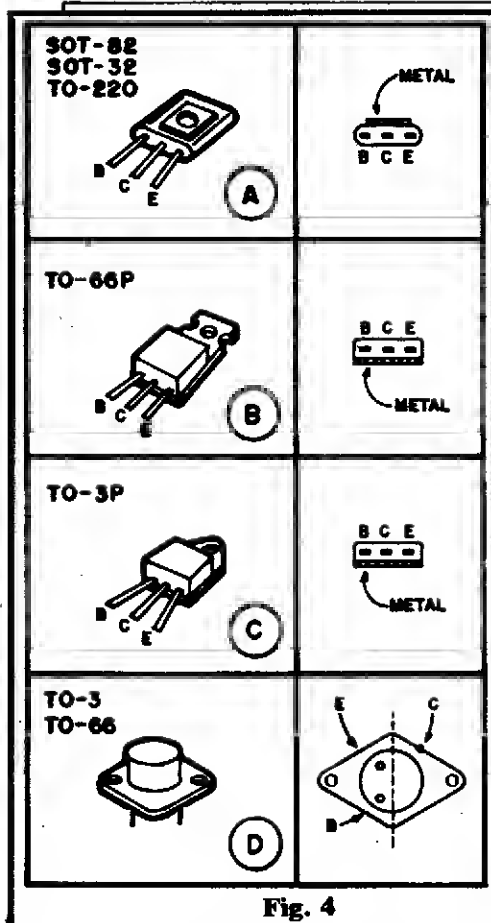

Fig. 4
- **FIG. 4** - Os transistores "pesados", para média ou alta potência. Conforme já vimos, os componentes para potências mais altas são, inevitavelmente, maiores... A figura mostra os quatro encapsulamentos mais comuns dentro dessa categoria dos transistores "bravos". Nos três primeiros casos (A-B-C) os "corpos" são, basicamente, de **epoxy** (plástico) escuro, porém dotados de superfícies ou abas metálicas ou metalizadas, sempre destinadas a facilitar o "resfriamento" da peça (via dissipador de calor acoplado) quando necessário... Existe também (D) um "modelo" de transistor de potência cujo "corpo" é **totalmente** metálico (normalmente utilizado pelos fabricantes em componentes que de-